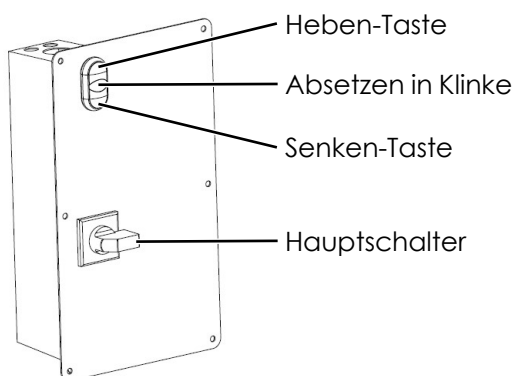

Bild 4: Bedieneinheit
- Das Fahrzeug solange anheben, bis die Räder frei sind. Taster Heben drücken → „Heben“ (siehe Bild 4)